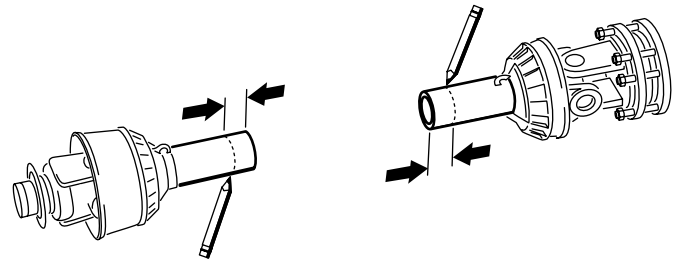
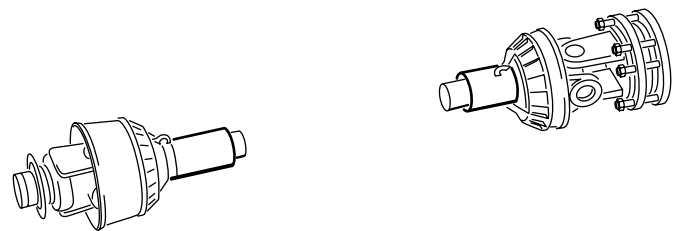

Figura 20
Figura 21
14. Usando las dimensiones determinadas en el paso 11, localice, marque y recorte solamente los protectores para dejar expuestos los tubos (Figura 20 y Figura 21).